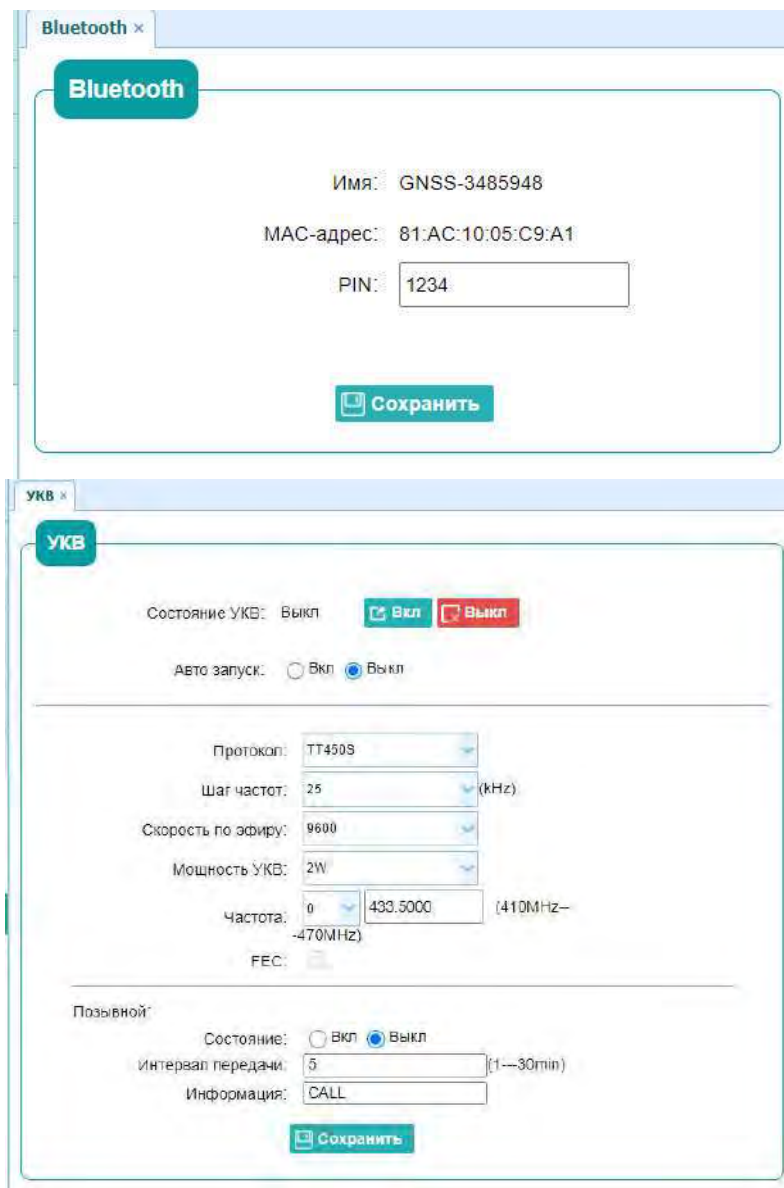

Рис. 2.54
2. Перейдите в меню **[Настройки]** → **[Подкл.]**. Выберите устройство: PrinCe, тип: RTK, Устройство i90VR, соединение: BT или WiFi, антенна PrinCe i90VR (см. рис. 2.54).